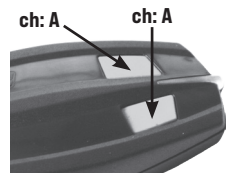

Fig. 3
- A la fin de la procédure de programmation, si un seul canal a été cloné, celui ci sera automatiquement associé aux boutons du SUN CLONE 2.0 comme indiqué sur la figure 3 (les deux boutons deviendront alors tous canal A ou tous B ou tous C ou tous D). Autrement les canaux clonés seront associés aux canaux A ou B ou C ou D, en respectant l'ordre dans lequel ils ont été clonés. Il est donc possible que chaque bouton devienne A ou B ou C ou D.